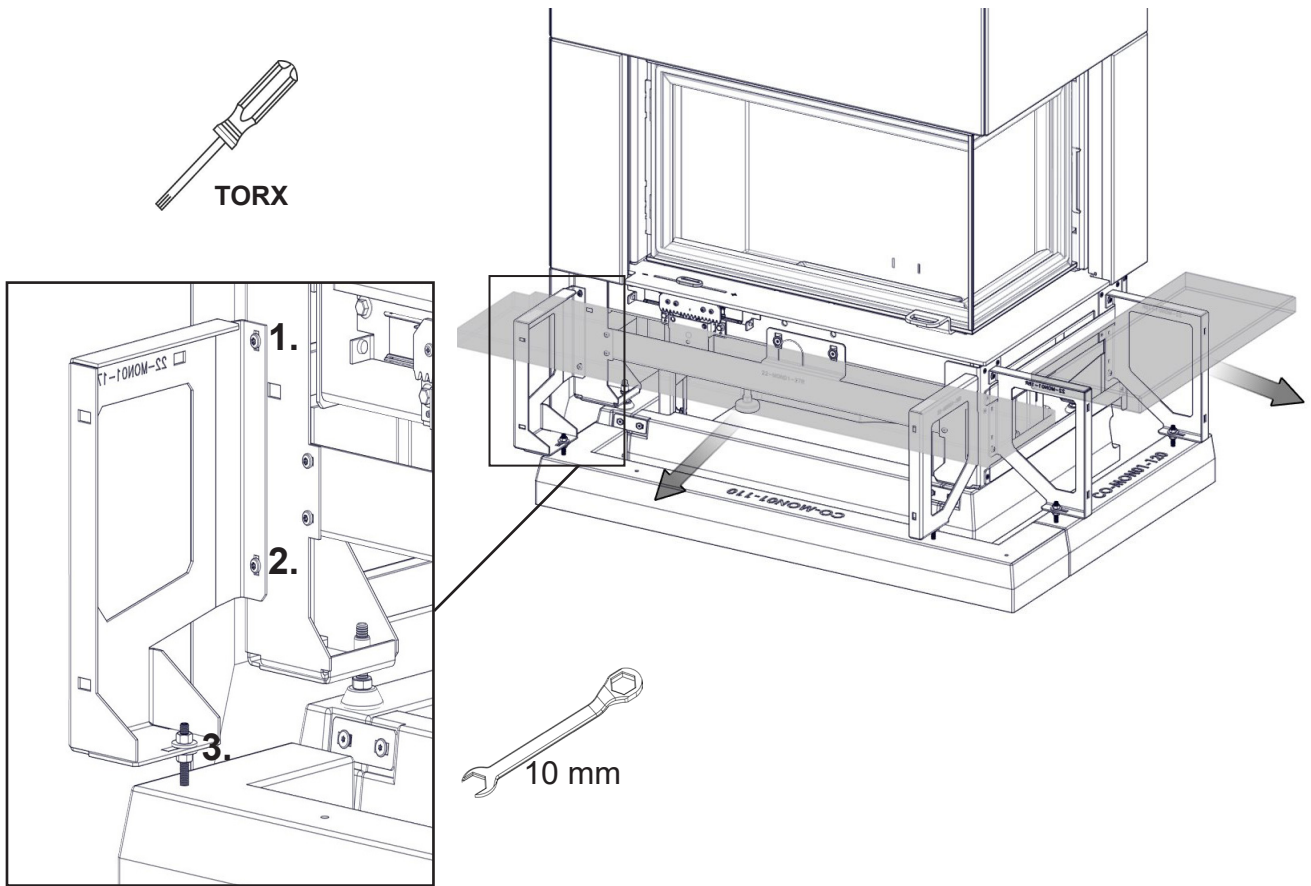

FIG 34
**NO:** 1. Når plassering av benkeplaten er satt i henhold til FIG. 32. Fjern benkeplaten og skru til alle skruer og mutere på stålprofilene, i rekkefølge vist i FIG 31b. 2. Monter side og front vegger på benken som vist i FIG 34 - FIG 35.
**GB:** 1. Once position of benches is set according conditions shown in FIG 32. Remove bench plates and tighten all screws and nuts of the brackets, keeping order as shown on FIG 31b. 2. Assemble side and front walls of the bench as shown on FIG 34 - FIG 35.
**SE:** 1. När bänkskivorna är monterade enligt FIG 32. Ta bort bänkskivorna och dra fast all skruvar och muttrar på stålprofilerna, som visas i FIG 31b. 2. Montera sido- och frontväggar på bänken som visas i FIG 34 - FIG 35.
**FI:** 1. Kun penkki on säädetty paikalleen kuvan FIG 32 mukaan, poista penkin kansilevyt ja kiristä kaikki teräsprofileissa olevat ruuvit ja mutterit kuvan FIG 31b järjestyksen mukaan. 2. Asenna penkin sivu- ja etulevyt kuvien FIG 34 ja FIG 35 mukaan.
**DE:** 1. Wenn die Bank ausgerichtet ist, entfernen Sie bitte die Platten und ziehen alle Schrauben und Muttern in Reihenfolge 1-3, wie in FIG 31b gezeigt, an. 2. Montieren Sie die Seiten- und Frontelemente wie in FIG 34 - FIG 35 gezeigt.
**FR:** 1. Une fois la position des bancs réglée selon les conditions indiquées dans la figure 31 : Retirer les plaques de banc et serrer toutes les vis et écrous des supports, en suivant l'ordre indiqué sur la figure 31b. 2. Monter les parois latérales et frontales du banc, comme illustré sur les figures 34 - FIG 35.